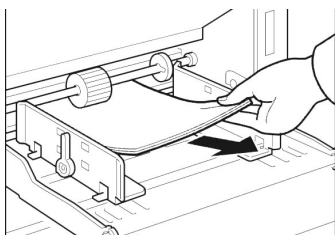

图 5-48 拉出进纸盘卡纸
② 当“
- 慢慢地用力拉出进纸盘卡纸，如图 5-48 所示。
③ 当“